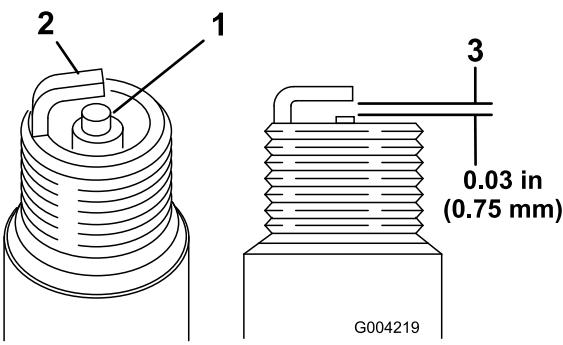

Figura 50
- Mire la parte central de ambas bujías (Figura 50). Si se observa un color gris o marrón claro en el aislante, el motor está funcionando correctamente. Si el aislante es de color negro, significa que el limpiador de aire está sucio.
- Compruebe la separación entre los electrodos central y lateral (Figura 50).
- Si la distancia no es correcta, doble el electrodo lateral (Figura 50).